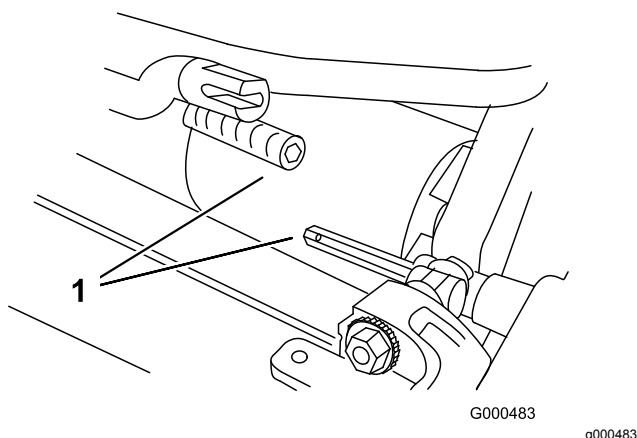

Figura 6
3. Empuje la unidad de corte por debajo de la unidad de tracción y hacia la izquierda para conectar el acoplamiento de la transmisión (Figura 6).